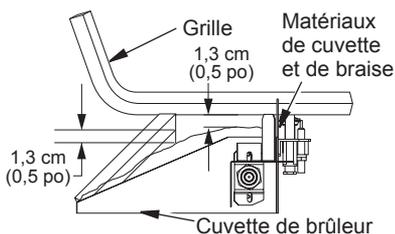

Figure 24 - Dégagements des matériaux de cuvette et de braise
4. Placez tout juste assez de matière pour couvrir la surface au complet et laissez un espace d'environ 1,3 cm (1/2 po) sous les membres inférieurs du berceau à bûches pour permettre à l'air de passer (voir figure 24).